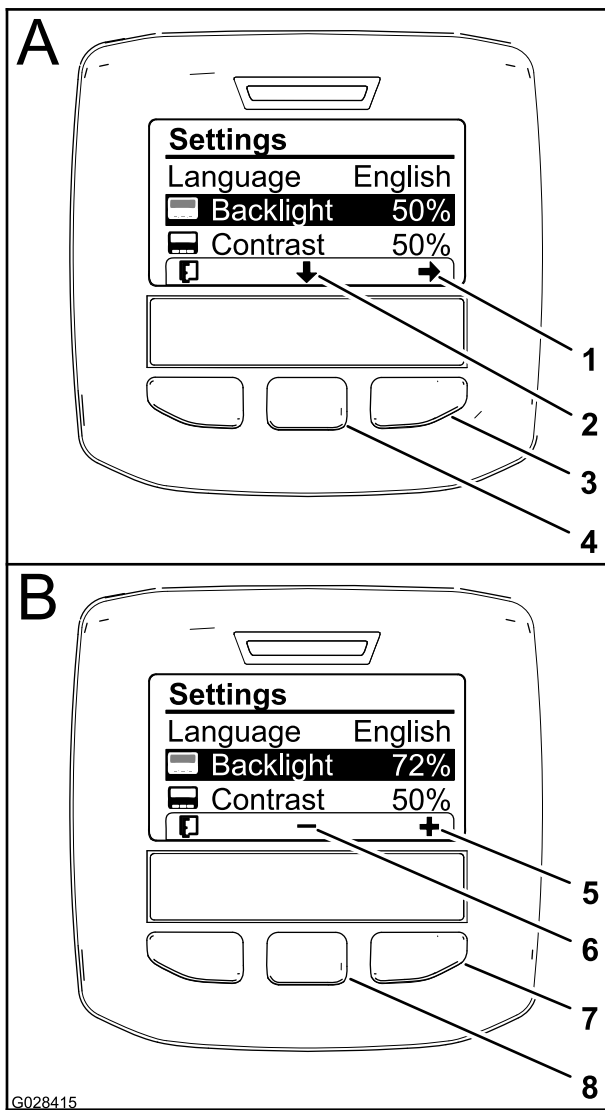

图22
- 要调节显示屏的背光水平，可按中间选择按钮（显示屏上向下箭头图标下方的按钮），将选中项向下移至背光设置（图22）。
3. 按右侧选择按钮以显示值调节内容 (图22)。
4. 使用中间选择按钮和右侧选择按钮改变显示屏的亮度 (图22)。
5. 按左侧选择按钮 (显示屏上列表图标下方的按钮) 可保存您的选择, 退出背光菜单, 返回设置菜单 (图22)。
6. 要调节显示屏的对比度, 可按中间选择按钮 (显示屏上向下箭头图标下方的按钮), 将选中项向下移至对比度设置 (图22)。
7. 按右侧选择按钮以显示值调节内容 (图22)。
8. 按左侧选择按钮 (显示屏上列表图标下方的按钮) 可保存您的选择, 退出对比度菜单, 返回设置菜单 (图22)。
9. 按左侧选择按钮退出设置菜单, 然后返回主菜单 (图20 和图22)。
10. 按左侧选择按钮可返回主屏幕 (图22)。